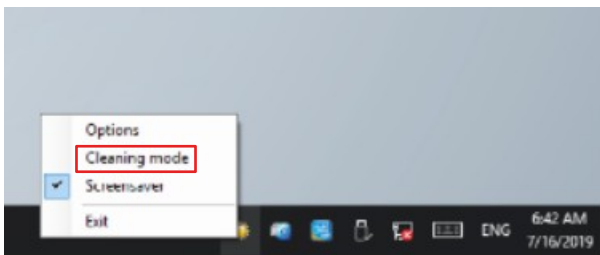

Abb. 14: CP69xx_Auswahl Cleaning Mode
3. Wählen Sie den „Cleaning Mode“ aus (siehe Abb. 14).